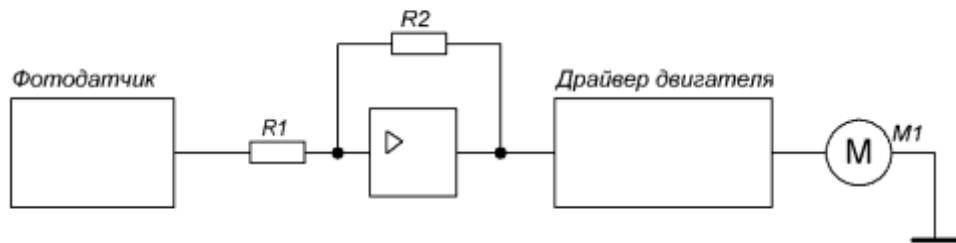

Рис. 3. Схема включения двигателя
6.2.(1 балл) Фотодатчик линии вырабатывает напряжение 1,5 вольта, если находится на чёрном участке, и 3,5 вольта, если на белом. Напряжение питания триггера Шмитта 5 вольт, $R1 = 220$ кОм, $R2 = 680$ кОм (рис. 3). Каким будет напряжение включения и напряжение выключения? Ответы округлите до десятых.